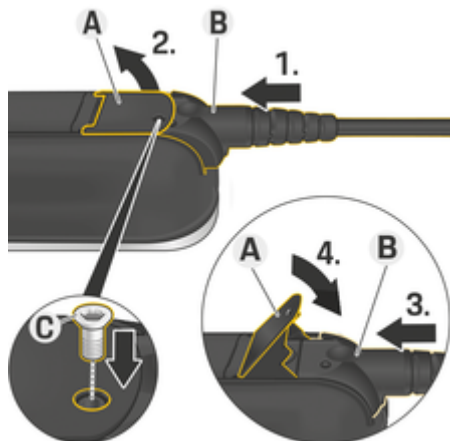

Fig. 16: Fixation du câble et blocage du connecteur
✓ Le levier **A** (Fig. 16) est fermé.
1. Insérez le connecteur **B** (Fig. 16) dans l'unité de commande, jusqu'au premier point de résistance.
2. Levez le levier **A** (Fig. 16).
3. Insérer complètement le connecteur **B** (Fig. 16).
4. Fermez le levier **A** (Fig. 16).
5. Vissez le connecteur **B** (Fig. 16) sur l'unité de commande à l'aide de la vis **C** (Fig. 16).